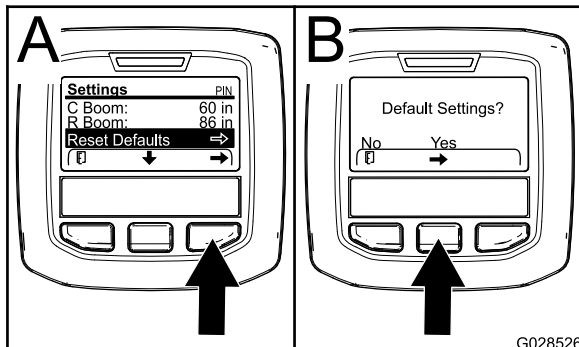

Figura 74
- Pulse el botón de selección central para ir a la opción Restablecer ajustes predeterminados (Figura 74).
- En la pantalla Ajustes predeterminados, pulse el botón de selección izquierdo para No o el botón de selección derecho para Sí (Figura 74).